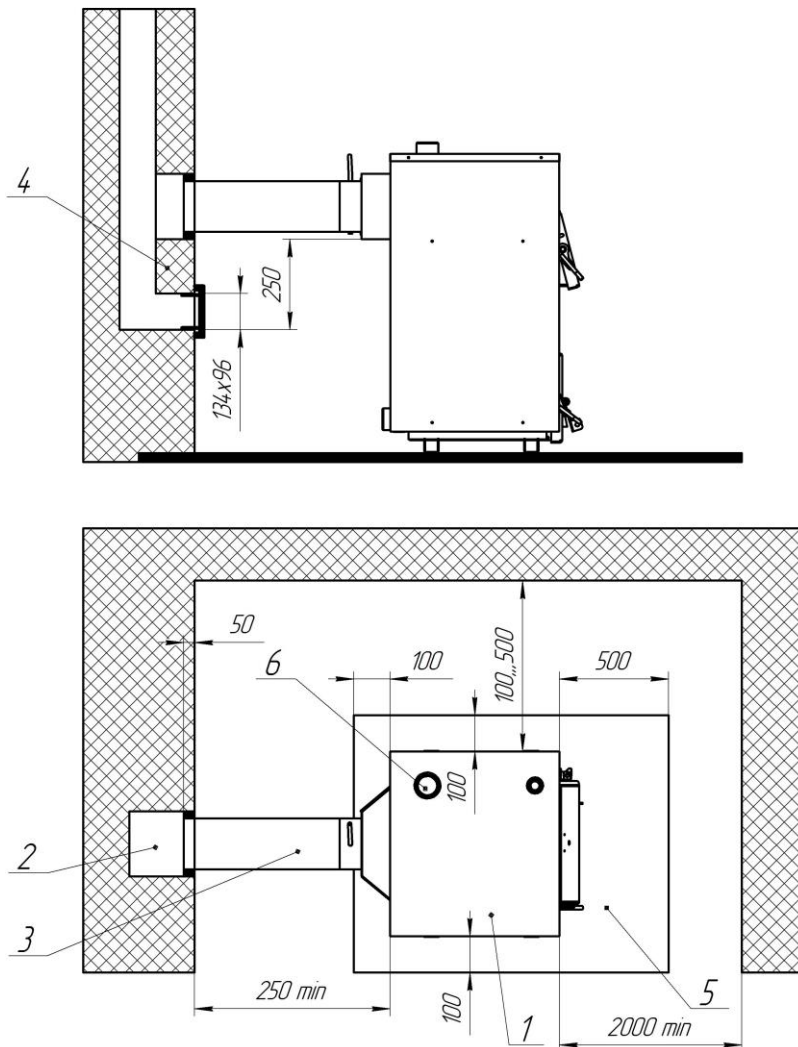

Рис. 2 Рекомендована схема установки котла і приєднання до димової труби
- рекомендовані розміри установки котла згідно рис. 2.
Перед встановленням котла на підлогу покласти металевий лист згідно рис. 2. Котел має бути встановлений суворо горизонтально, а міцність підлоги і землі, на якій він знаходиться, має бути достатня через вагу котла з водою. Котел може бути встановлений на підлозі (фундаменту), виготовленій з негорючих матеріалів. До котла має бути легкий доступ з усіх сторін, особливо з передньої частини котла, щоб навколишні предмети або стіни не перешкоджали засипанню палива, чищенню печі, зольника, конвекційних каналів та видаленню осадків. Котельня повинна мати припливну вентиляцію в формі каналу з перерізом не менш ніж 50 % перерізу димохідної труби, але не менш, ніж 210 x 210 мм, із отвором випуску повітря в задній частині котельної (відсутність припливної вентиляції або непрохідність вентиляції може викликати такі явища, як задимлення, неможливість досягнення вищої температури). Котельня повинна мати витяжну вентиляцію під стелею приміщення з перерізом не менш ніж 25% перерізу димохідної труби, але не менш, ніж 140 x 140 мм (метою витяжної вентиляції є видалення з приміщення шкідливих газів). Одна з умов доброї роботи котла є достатня подача свіжого повітря до котлової.